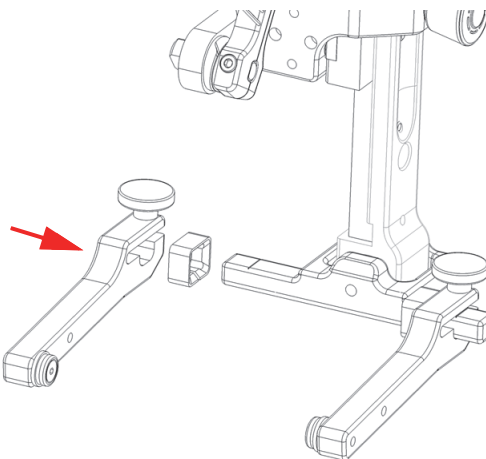

Рис. 2-16 Повторная установка рычагов вилки
3. Снова установите рычаги обратно на стержень вилки и зафиксируйте их крепежными винтами (Рис. 2-16 на стр 51).